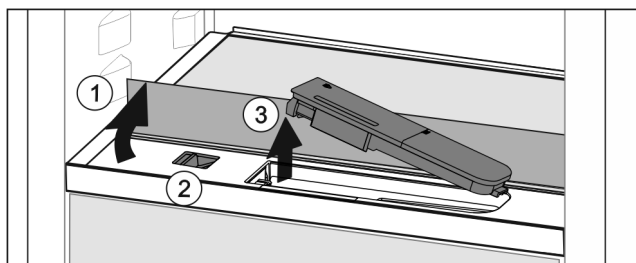

Fig. 57
- ▶ Steklino ploščo dvignite in jo sklopite nazaj do omejevalnika Fig. 57 (1).
- ▶ Drsni Fig. 57 (2) potisnite v levo.
- ▶ Odstranite rezervoar za vodo Fig. 57 (3).